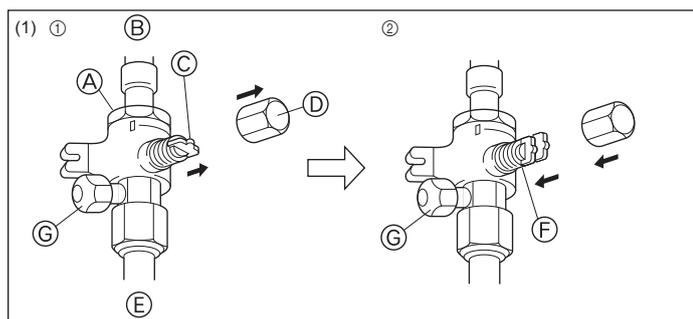

Fig. 4-9
- Если на этапах (2) или (3) наблюдается снижение давления, происходит утечка газа. Найдите источник утечки газа.
- Страна с газом (Fig. 4-9)